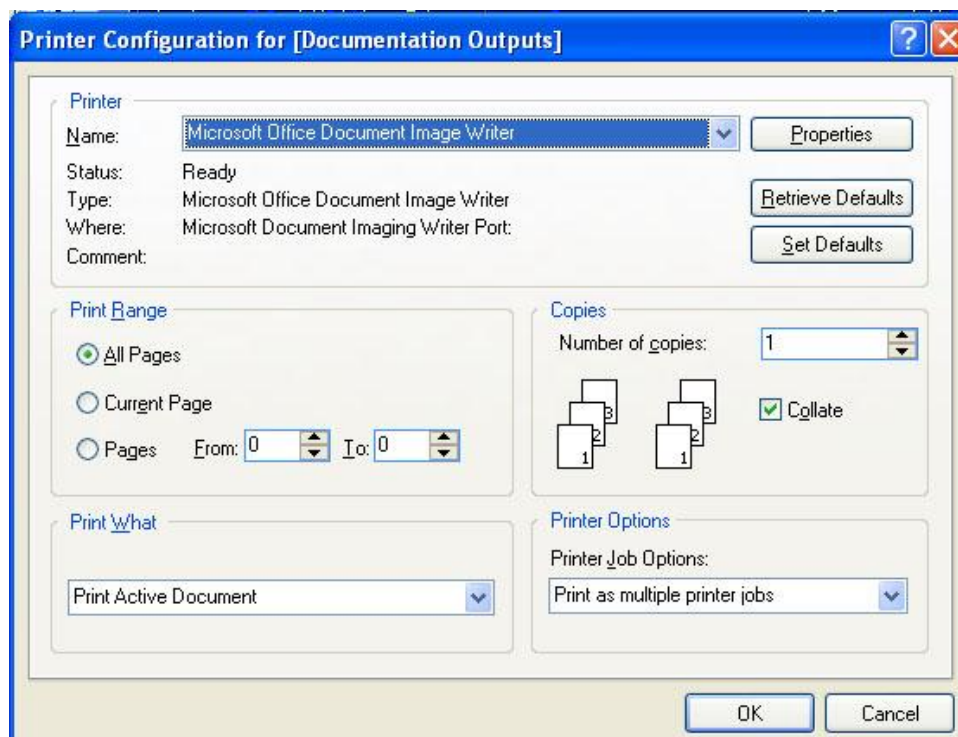

Figura 3.103 Configuración de impresora
5. Elegir la impresora para imprimir el documento ejecutando el comando **File/ Setup Printer**, figura 3.103